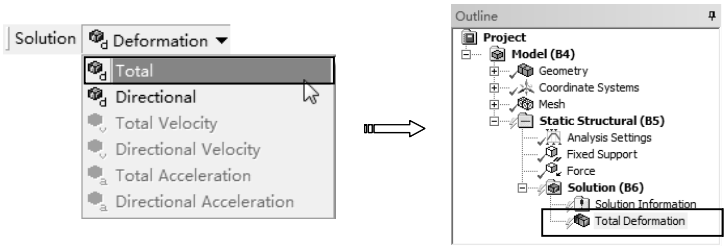

图 8-40 添加变形求解项
- 6) 求解变形。单击【Solution】工具栏上的【Deformation】|【Total】命令，此时在分析树中插入【Total Deformation】项，如图 8-40 所示。